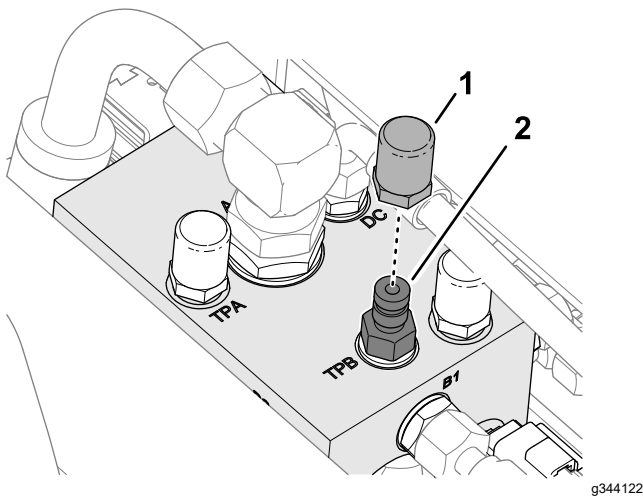

Bild 23
2. Entfernen Sie am vorderen Antriebsverteiler die Staubkappe vom Minimes-Anschlussstück im Anschluss TPB (Bild 23).